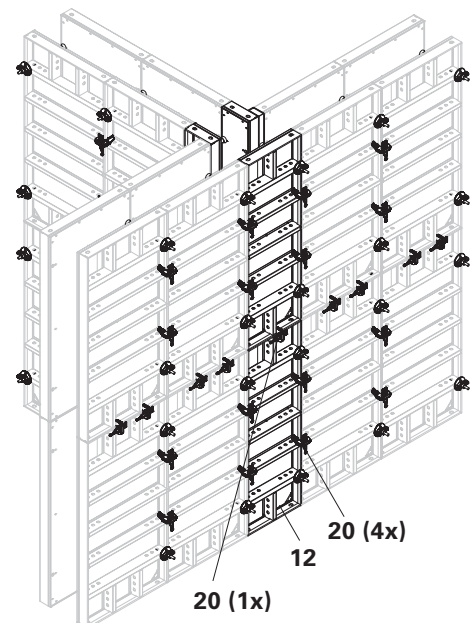

Fig. D2.02b
*según el espesor de muro (Fig. D2.02b)